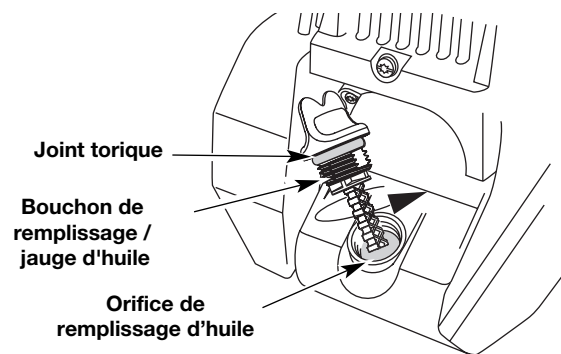

Fig. 23
6. Si le niveau est trop bas, ajoutez un peu d'huile par l'orifice et revérifiez (Fig. 23). Continuez jusqu'à ce que le niveau d'huile atteigne le haut de la jauge.
**REMARQUE :** Assurez-vous que le joint torique est mis sur le bouchon de remplissage / jauge d'huile au moment de la vérification et du changement d'huile (Fig. 23).